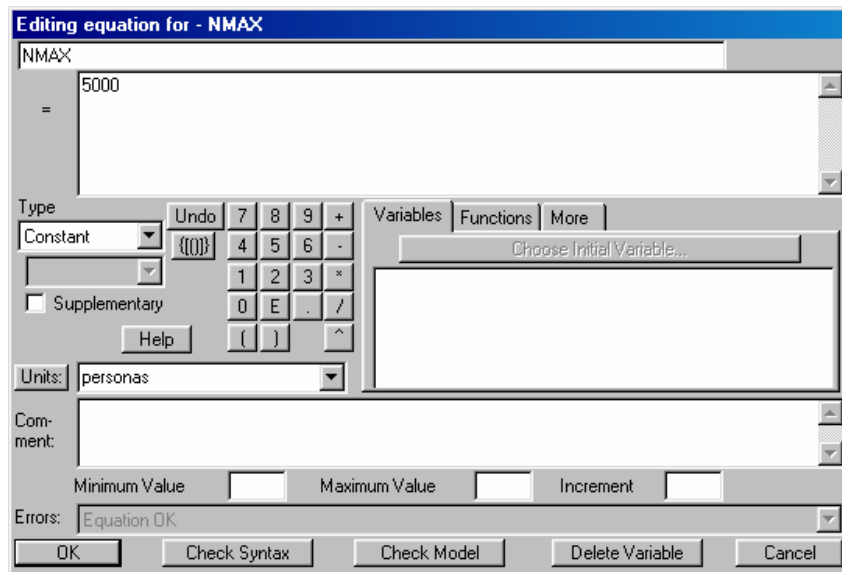

Figura 35: Edición de la variable NMAX.
2. Pulse sobre la caja negra de la variable NMAX y rellene los campos editables tal y como se muestra en la Figura 35.